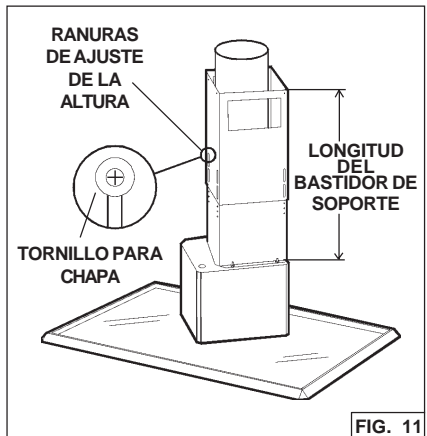

FIG. 11
4. Determine la distancia entre el filtro de la campana y la superficie de cocción. Consulte el diagrama para ajustar el bastidor de soporte a la longitud adecuada. Fije ambas mitades entre ellas con cuatro tornillos para chapa. Fig. 11.